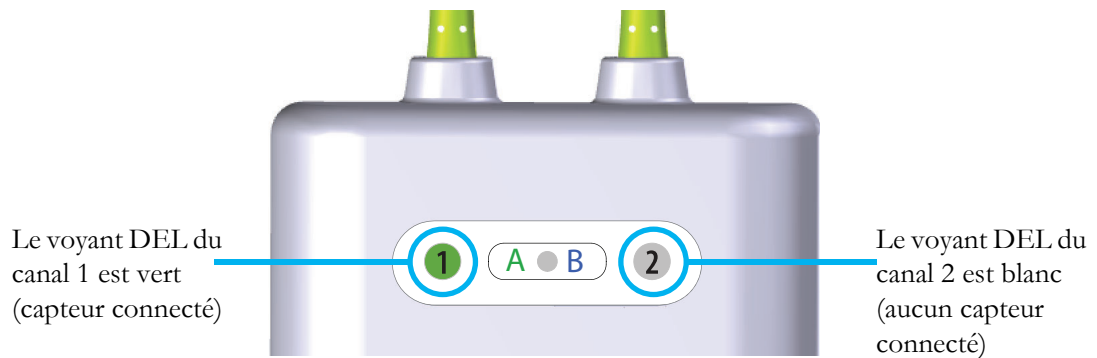

Figure 12-14 Connexion d'un capteur au câble du préamplificateur
- Vérifier que le voyant DEL d'état du canal figurant sur le module ForeSight Elite passe du blanc au vert lorsque le capteur est bien connecté. Voir figure 12-14.